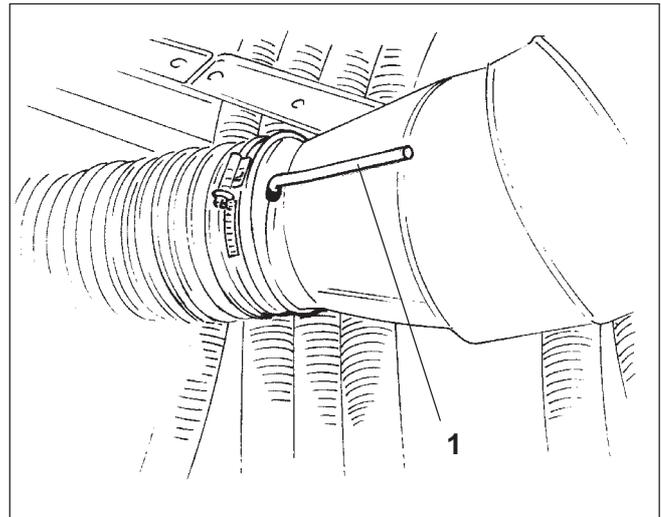

Fig. 11.4
Der Drosselklappenhebel (Fig. 11.4/1) bzw. die Drosselklappe kann in zwei Stellungen gebracht werden:
- offen:** (siehe Fig. 11.4)